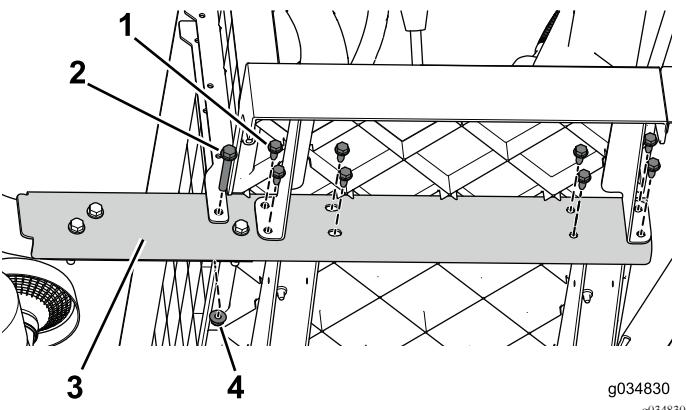

Figura 16
- Retire os parafusos flangeados (3/8 x 2½ pol.) e as porcas que prendem a calha lateral à máquina (Figura 16). Faça isto em ambos os lados da máquina.
- Trabalhando da frente para trás, retire os parafusos flangeados (5/16 x ¾ pol.) que prendem a calha lateral à máquina (Figura 16). Faça isto em ambos os lados da máquina.